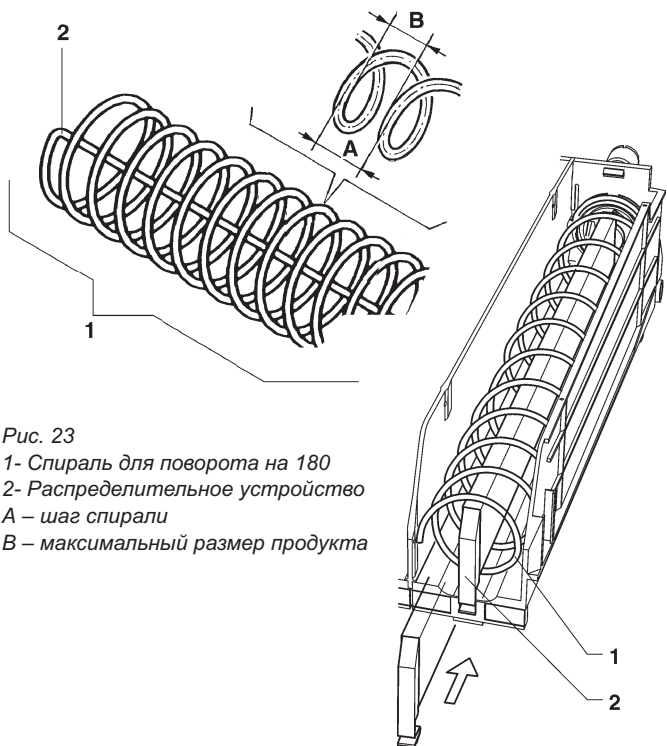

Рис. 23
- установить спираль с распределительным устройством (см. рис. 23)
Максимальный размер (см. рис. 23) и количество продуктов при известном угле наклона и направлении вращения спирали показаны в следующей таблице.